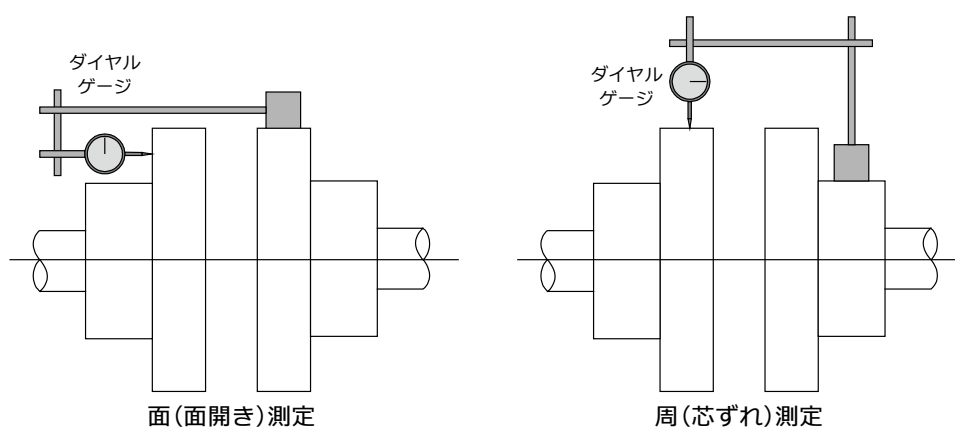

図 2.3-1 ダイヤルゲージによる芯出し
- (3) カップリングの面間寸法を外形図に記載されている寸法に従って、テーパゲージなどを用いて確認してください。
- (4) ダイヤルゲージなどを用いて芯出しを行ってください(図 2.3-1)。カップリングの90° 毎の4点を測定し、それぞれの値が面・周とも5/100mm以下となるように調整してください。